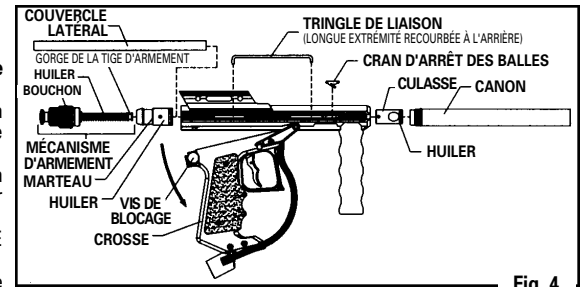

Fig. 4
- « Mettre la sécurité » (v. étape 2.A.), déposer la bouteille de CO2 (v. étape 3.B.), puis dévisser le CANON (fig. 4).
- DES que ces pièces sont sèches, en huiler les parties indiquées à la fig. 4 avec de l'huile SHERIDAN pour armes à balles de peinture. NE PAS employer de solvants ni d'huiles à base de distillat de pétrole, car ils peuvent endommager le pistolet.
- NOTA :** les pièces à huiler montrées à la fig. 4 peuvent rouiller si on ne les lubrifie pas correctement.
- Remettre la CULASSE, le MARTEAU et le MÉCANISME D'ARMEMENT en place tout en s'assurant que le trou de la CULASSE et celui du MARTEAU sont alignés sur les deux fentes du BOÎTIER DE CULASSE (v. fig. 4).
- Poser le CRAN D'ARRÊT DES BALLES, la « patte » vers l'avant comme le montre la fig. 4.